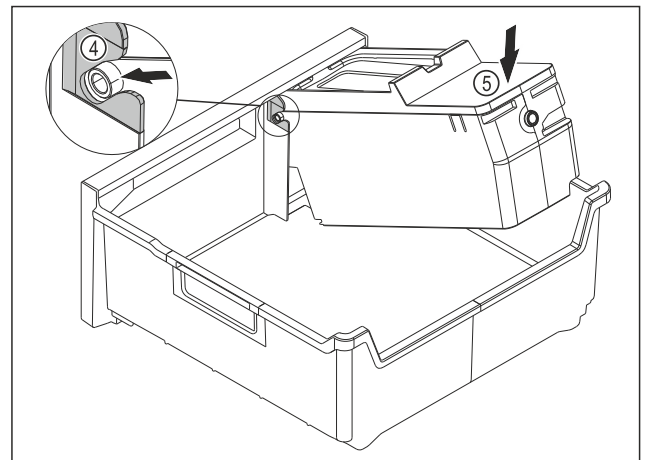

Fig. 82
- ▶ EasyTwist-Ice-Korpus montieren: Achsen des EasyTwist-Ice-Korpus in die Führungen Fig. 82 (4) einschieben.
- ▶ EasyTwist-Ice-Korpus Fig. 82 (5) hinten nach unten drücken.